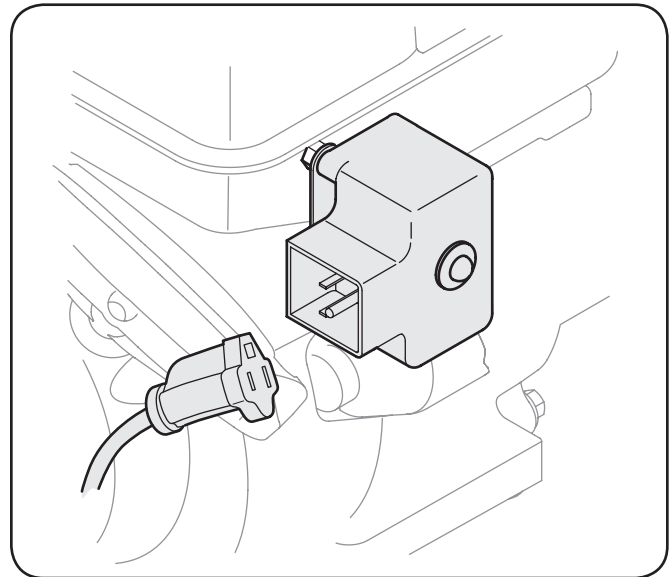

Figure 5-2
3. Conecte el prolongador al tomacorriente situado en el motor. Conecte el otro extremo del prolongador a un tomacorriente de CA, 120 voltios con conexión a tierra, para tres patas, en un área bien ventilada. Vea la Fig. 5-2.